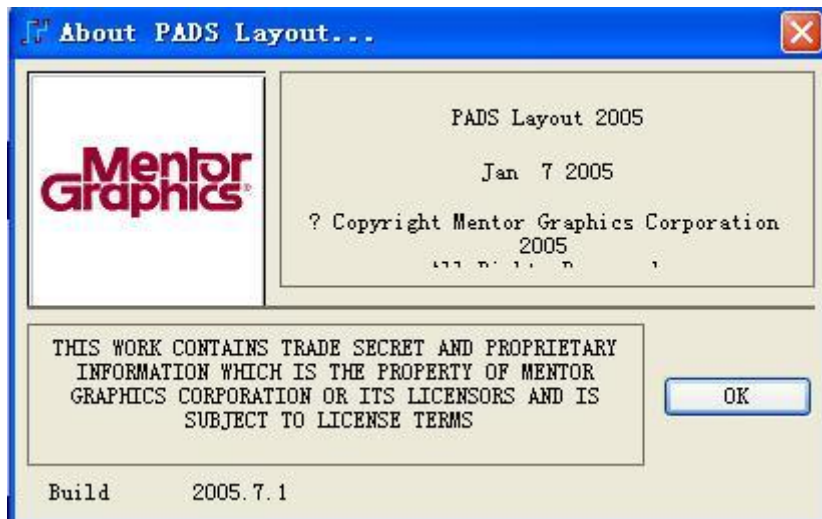

图 2
1、我使用的平台是：ORCAD10.0（图1）、POWERPCB5.1（图2）的平台！